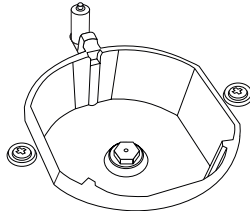

Abb. 5
3. Entfernen Sie den Brennerdeckel und den Brenner und gewährleisten Sie, dass die Düse ersichtlich ist, wie in Abbildung 5 dargestellt.